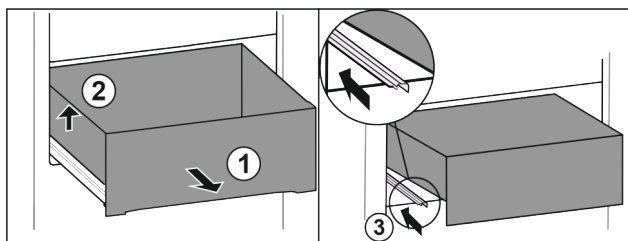

Fig. 89
- ▶ Tõmmake sahtel piirajani välja. Fig. 89 (1)
- ▶ Tõstke sahtel vasakult üles. Fig. 89 (2)
- ▶ Lükake vasak siin sisse. Fig. 89 (3)